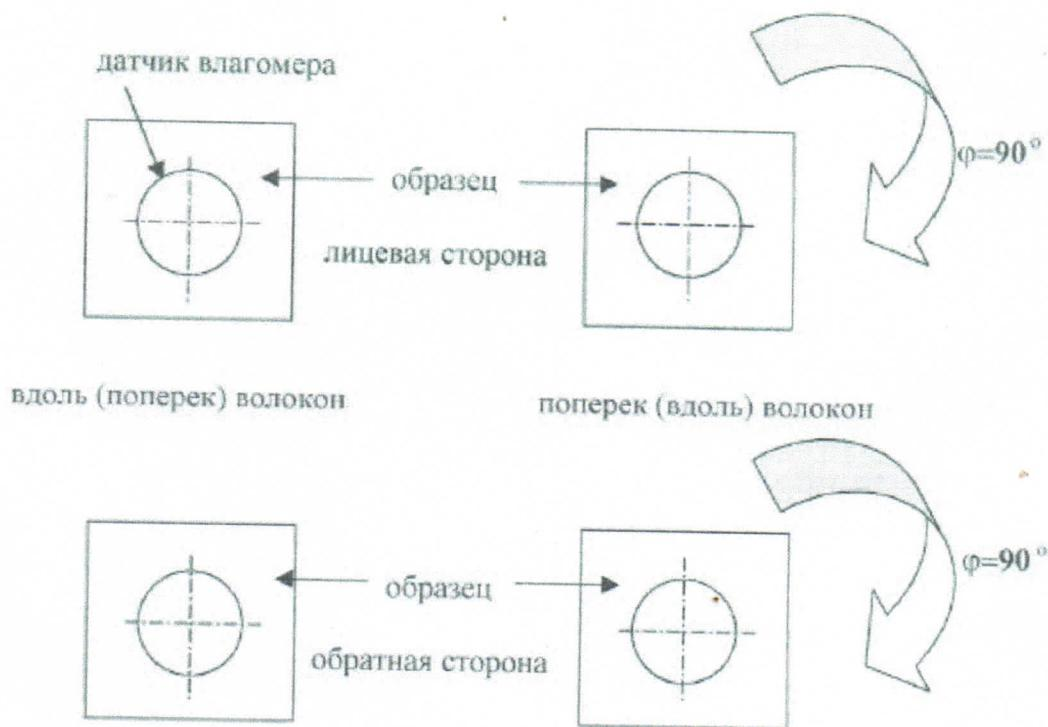

Рис. 2
- на пластине из органического стекла производятся четыре замера влажности прибором ВЛШ-15А по схеме (Рис.2);